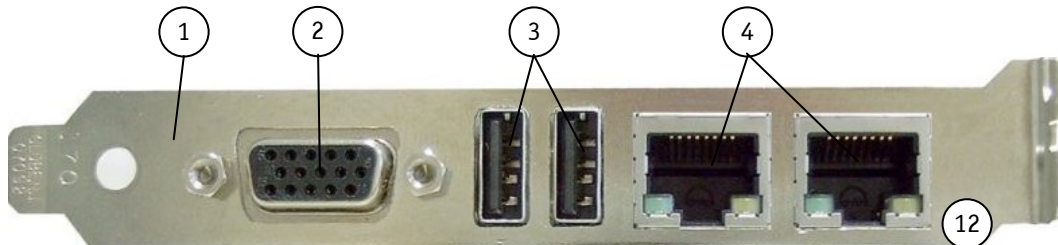
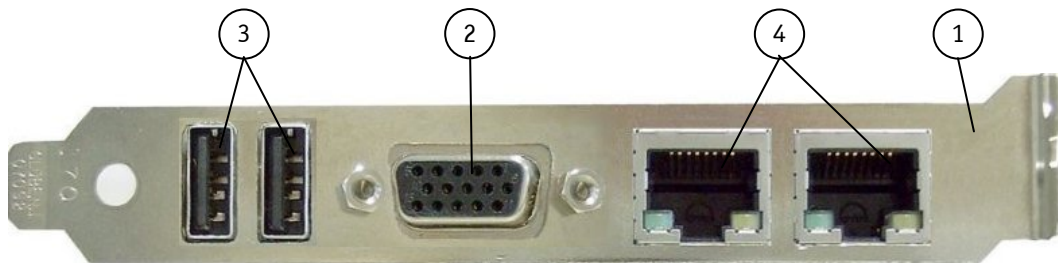

Abb. 15: Externe Schnittstellen der PCI-760 SBC-Karte
Abb. 16: Externe Schnittstellen der PCI-761 SBC-Karte
**Legende für Abb. 15 und Abb. 16:**